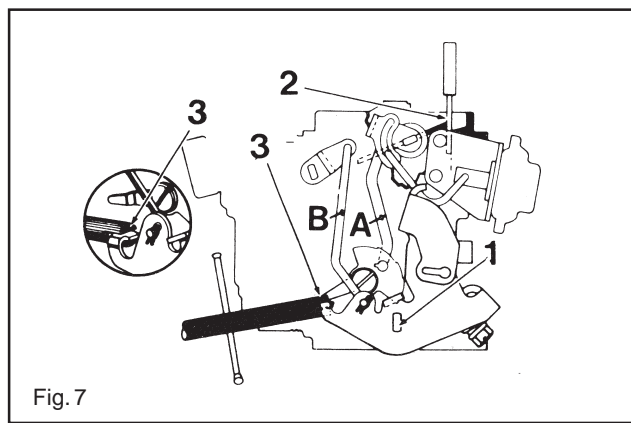

Fig. 7
5. Vid montering: Montera stång "A" före stång "B". Se fig. 7.